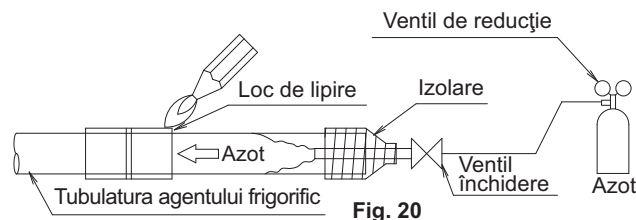

Fig. 20
- * Înainte de lipirea tubulaturii de agent frigorific, suflați cu azot tubulatura de agent frigorific și dezlucuiți aerul cu azot. Apoi, efectuați lipitura (NOTA 2). (Consultați Fig. 20) La finalizarea tuturor lucrărilor de lipire, executați racordul mandrinat la unitatea interioară.